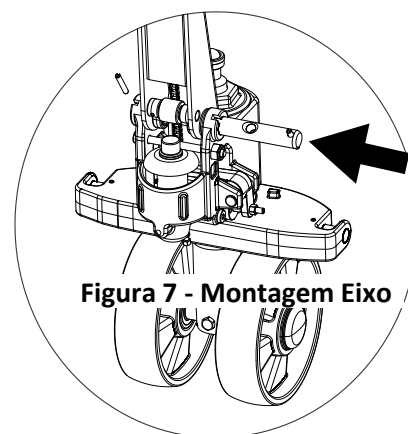

Figura 7 - Montagem Eixo
- a) Retirar o pino elástico (2) pré-montado no Eixo da alavanca (3).
- b) Encaixar a Alavanca montada (1) na bomba hidráulica, então com um martelo monte o Eixo da alavanca (3) no furo da bomba hidráulica e alavanca (Figura 7).
- a) *Desmontar el perno elástico (2) premontado en el eje de la palanca (3).*
- b) *Colocación de la palanca montada (1) dentro de la bomba hidráulica, a continuación, con un martillo montar el eje de la palanca (3) en el orificio de la bomba hidráulica y la palanca (Figura 7).*